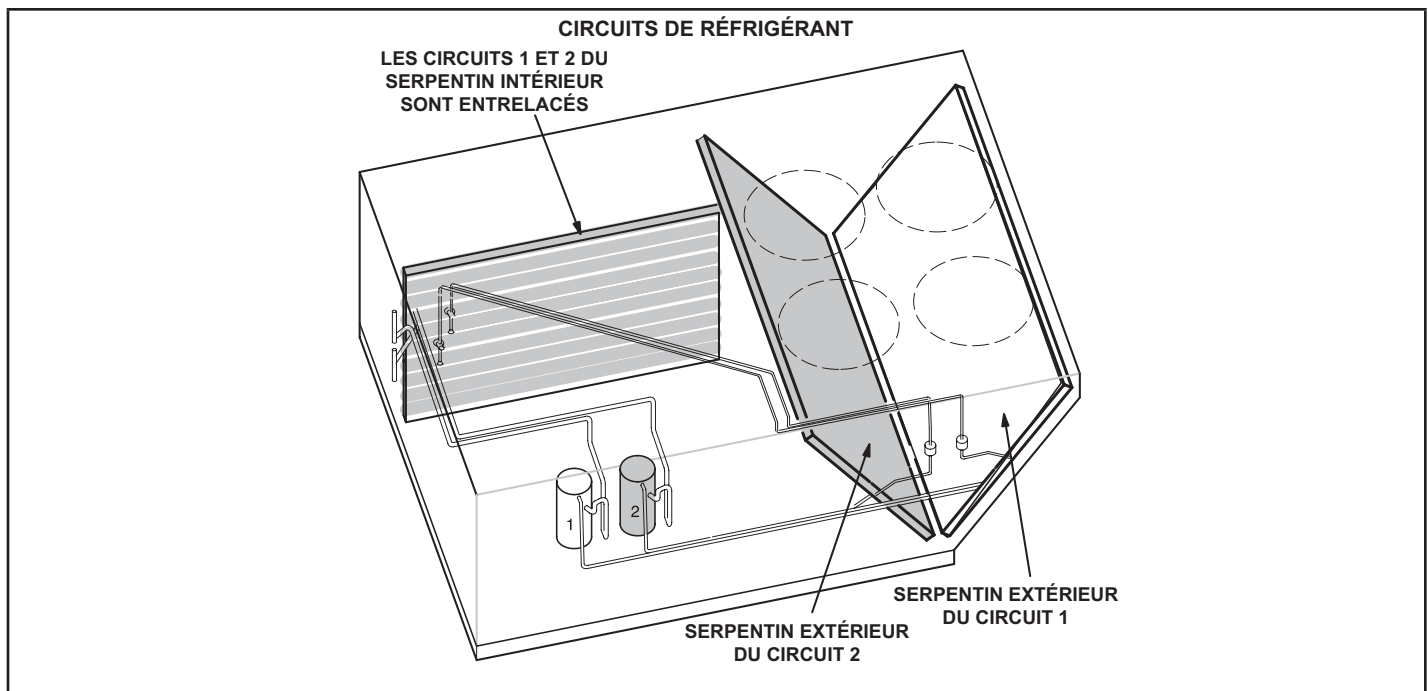

FIGURE 24
- 3 - L'unité contient deux systèmes ou circuits de réfrigérant. Reportez-vous à la FIGURE 24.